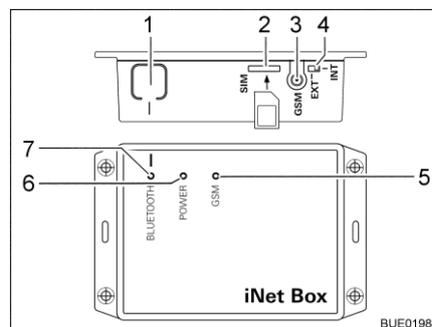

Fig. 124 Truma iNet-Box
- Pulsar la tecla BLUETOOTH (Fig. 124,1) en la iNet-Box por 1 segundo. La Truma iNet-Box estará visible por aprox. 2 minutos en el terminal móvil (nombre: "Truma iNet-Box"). Durante este intervalo, el LED BLUETOOTH azul (Fig. 124,7) estará parpadeando.
- Insertar la tarjeta mini SIM con número de teléfono propio y suficiente crédito cuidadosamente en la ranura (Fig. 124,2) de la Truma iNet-Box del modo mostrado hasta que engatille. El LED GSM rojo (Fig. 124,5) deberá parpadear de manera permanente. Si el LED rojo se apaga después de 20 segundos: Controlar la tarjeta mini SIM.